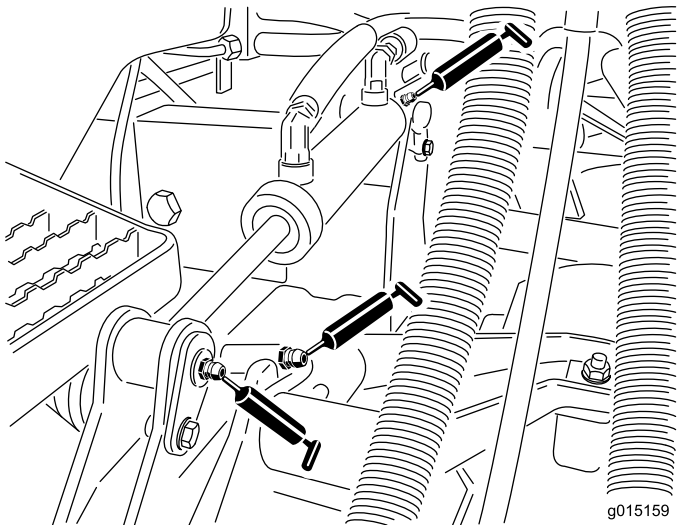

**Bild 48**
- Lenkzylinder-Kugelgelenke (2) (Bild 48)
- Spurstangen-Kugelgelenke (2) (Bild 48)
- Achsschenkelbolzen (2) (Bild 48) **Fetten Sie die obere Armatur am Achsschenkelbolzen nur einmal jährlich (2 Pumpen).**